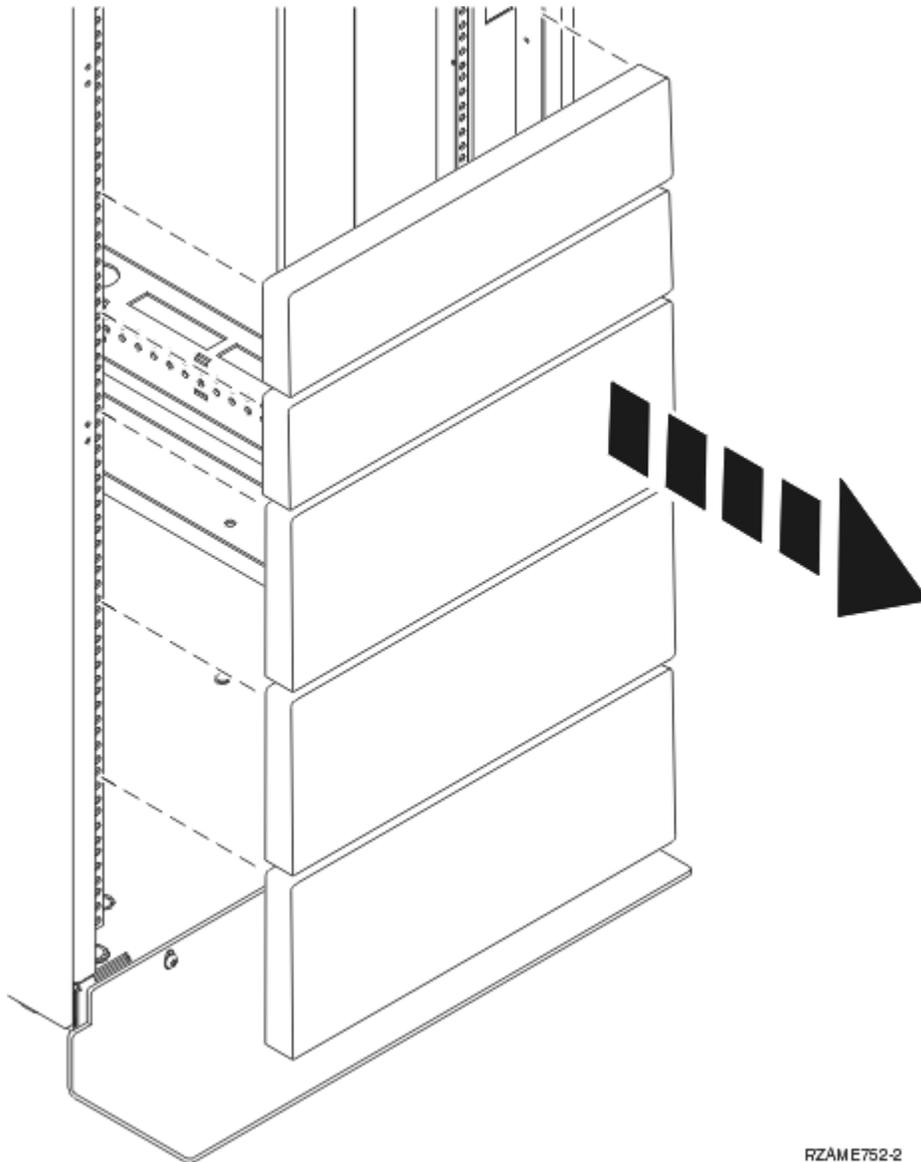

Figure 1. Retrait des panneaux obturateurs
3. Retirez si nécessaire les panneaux obturateurs pour permettre l'accès au boîtier de l'armoire dans laquelle vous prévoyez de placer l'unité centrale, comme indiqué à la Figure 1, à la page 3.